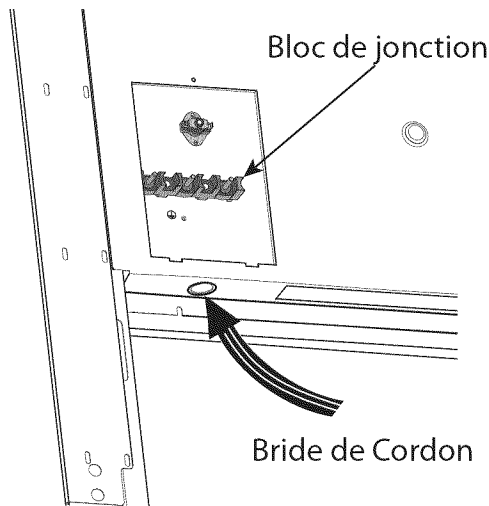

Figure 11 : Emplacement de la bride de cordon
Localisez le bloc de jonction à l'arrière de l'appareil et enlevez le couvercle (consultez la *Figure 11*). Le conduit doit être fixé à la boîte de connexion à l'aide d'un connecteur de conduit approuvé. L'extrémité libre du conduit de câbles doit être branchée à un bloc de jonction installé dans la zone d'alimentation électrique, comme illustré sur la *Figure 4* à la page 8.
Installez une bride de cordon (non fourni) dans le trou de 1 po (25,4 mm) de diamètre situé sous le bloc de jonction (voir *Figure 11*). Le câblage de l'appareil doit être acheminé au bloc de jonction par le conduit et à travers la bride de cordon. Les extrémités des fils doivent être munies de cosses en boucle de ¼ po, préférablement soudées sur place. Faites les connexions au bloc de jonction fourni.
1. Repérez le bloc de jonction à l'arrière de l'appareil et enlevez le couvercle (voir la *Figure 11*).
3. Installez une bride de cordon (non fournie avec la cuisinière) dans le trou de 1 po (25,4 mm) de diamètre situé sous le bloc de jonction, dans le panneau arrière (voir *Figure 11*). Faites passer les fils par la bride de cordon.